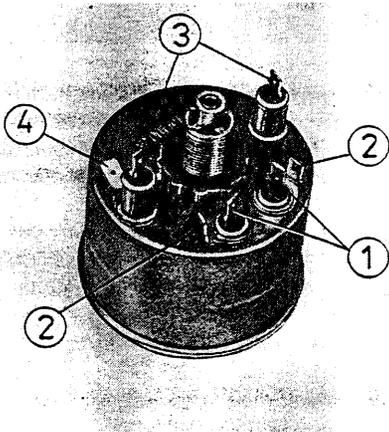

Fig. 112. Arrangement des lampes dans les instruments
Le tachymètre et le compte-tours sont éclairés pendant la marche nocturne. Cet éclairage est assuré par les lampes désignées par (3) à la fig. 112 qui sont mises à la masse par le raccord à fiche plate (4).